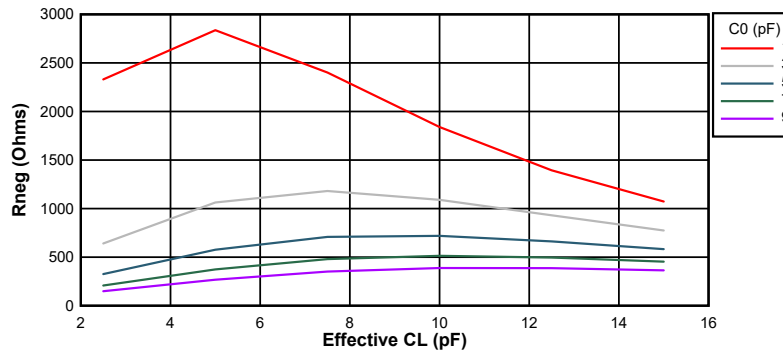
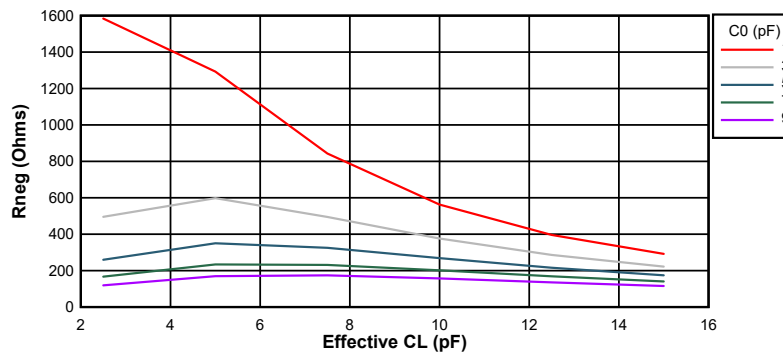

図 6-14. 10MHz 時の負性抵抗変動
図 6-15. 20MHz 時の負性抵抗変動
図 6-14 および **図 6-15** に、このデバイスの負性抵抗と水晶振動子の間の関係の変動を示します。グラフからわかるように、水晶振動子の並列容量 (C0) と実効負荷容量 (CL) は電気発振回路の負性抵抗に大きな影響を及ぼします。これらは代表的なグラフであるため、設計上考慮すべき最小値および最大値については、**表 6-5** を参照してください。